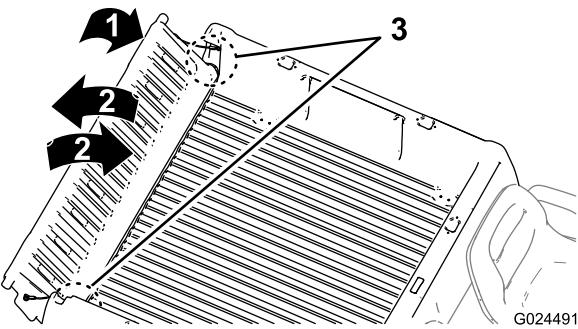

Figura 21
2. Abra la compuerta trasera a un ángulo de 45° aproximadamente (Figura 21).
3. Mueva el portón trasero varias veces hacia adelante y hacia atrás, con breves sacudidas (Figura 21).